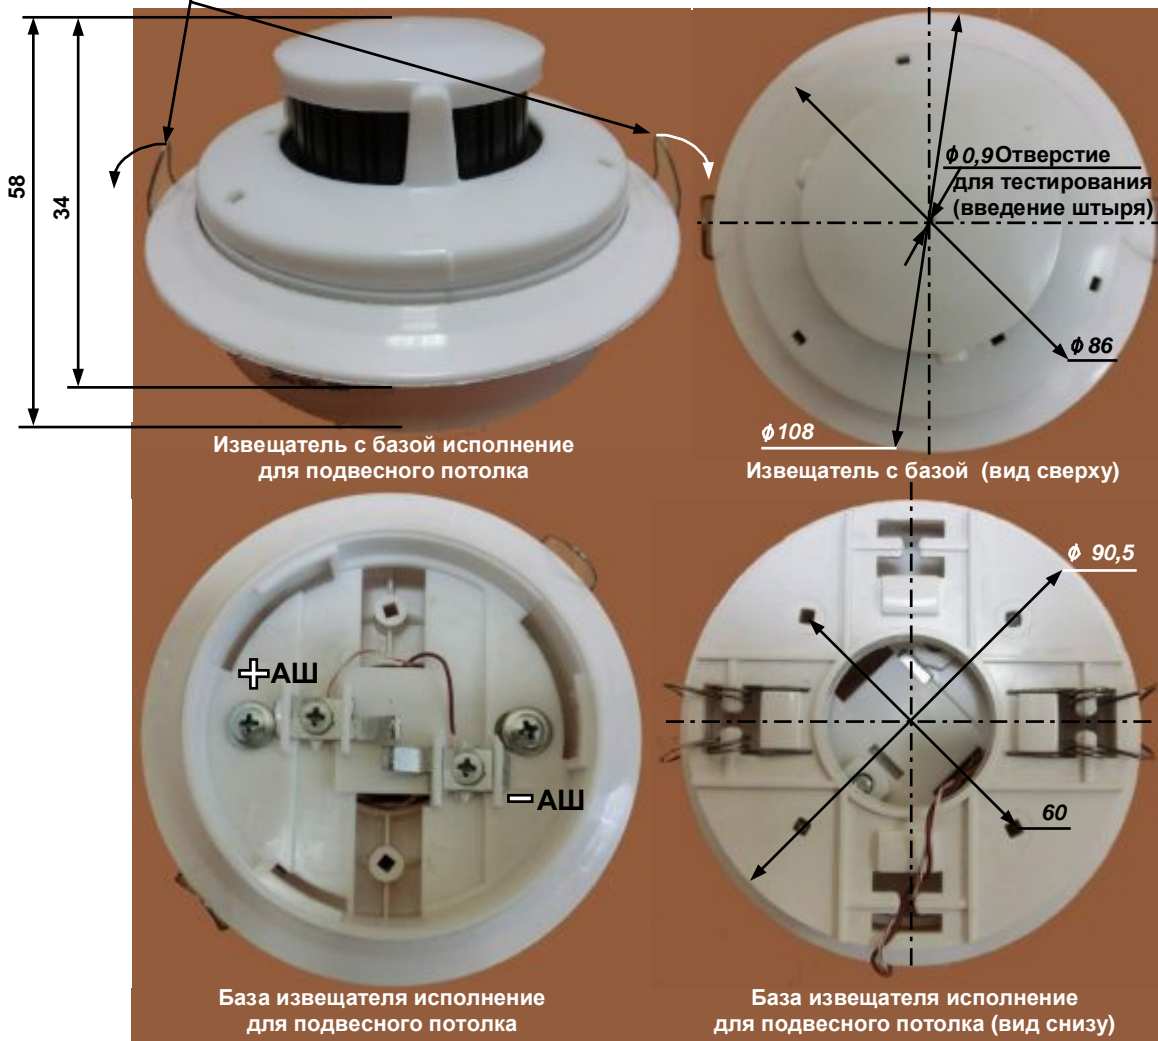
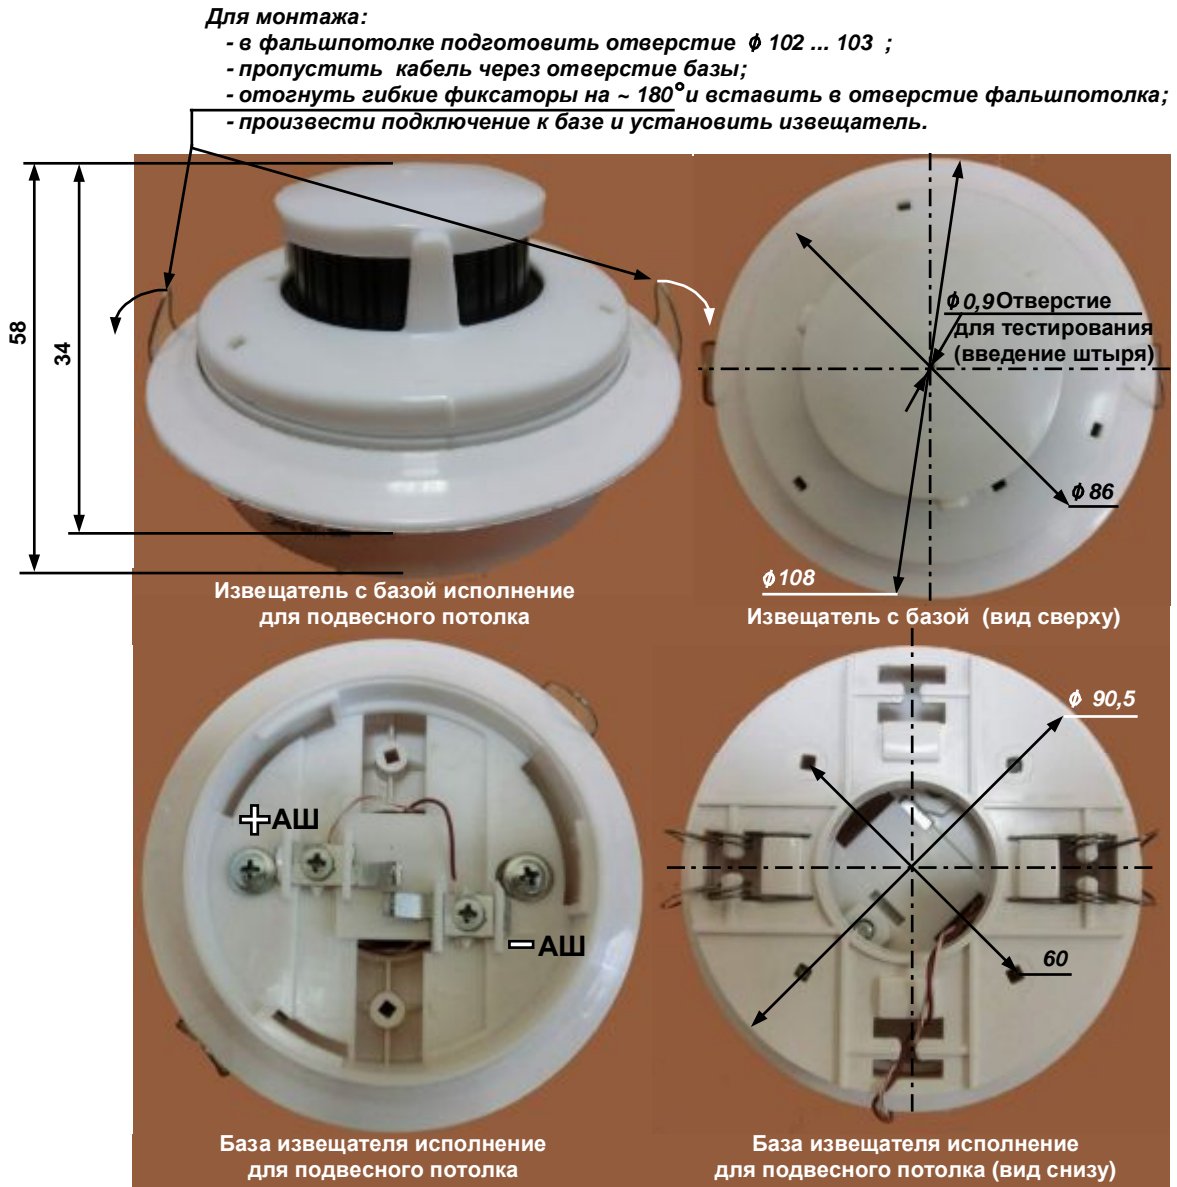

Рис. 2 АЗДПИ «Рубикон» (блок извещателя, база). Габаритные и присоединительные размеры.
Рис. 3 АЗДПИ «Рубикон» (блок извещателя, база для подвесного потолка). Габаритные и присоединительные размеры.
Конструктивно извещатель состоит из базы и блока извещателя (см. Рис. 2, Рис. 3). Корпуса базы и блока извещателя выполнены из ударостойких материалов.
Основные размеры извещателя и баз, включая присоединительные, приведены на Рис. 2, Рис. 3.
Основные размеры и отверстие для монтажа варианта “база, исполнение для подвесного потолка” приведены в Рис. 3.
- проверить имитацию пожара. Проверка проводится путем введения штыря длиной ~ 23 мм и диаметром меньше или равным 0,9 мм в отверстие (см. Рис. 2, Рис. 3) для обеспечения рассеивания света. Максимальный сигнал достигается при введении перпендикулярно плоскости основания до упора а затем выдвигании обратно на 2..3 мм. В качестве штыря можно использовать канцелярскую скрепку диаметром менее 0,9 мм, желателен изогнут ее так, чтобы она входила в извещатель на длину ~ 22 ... 23 мм.